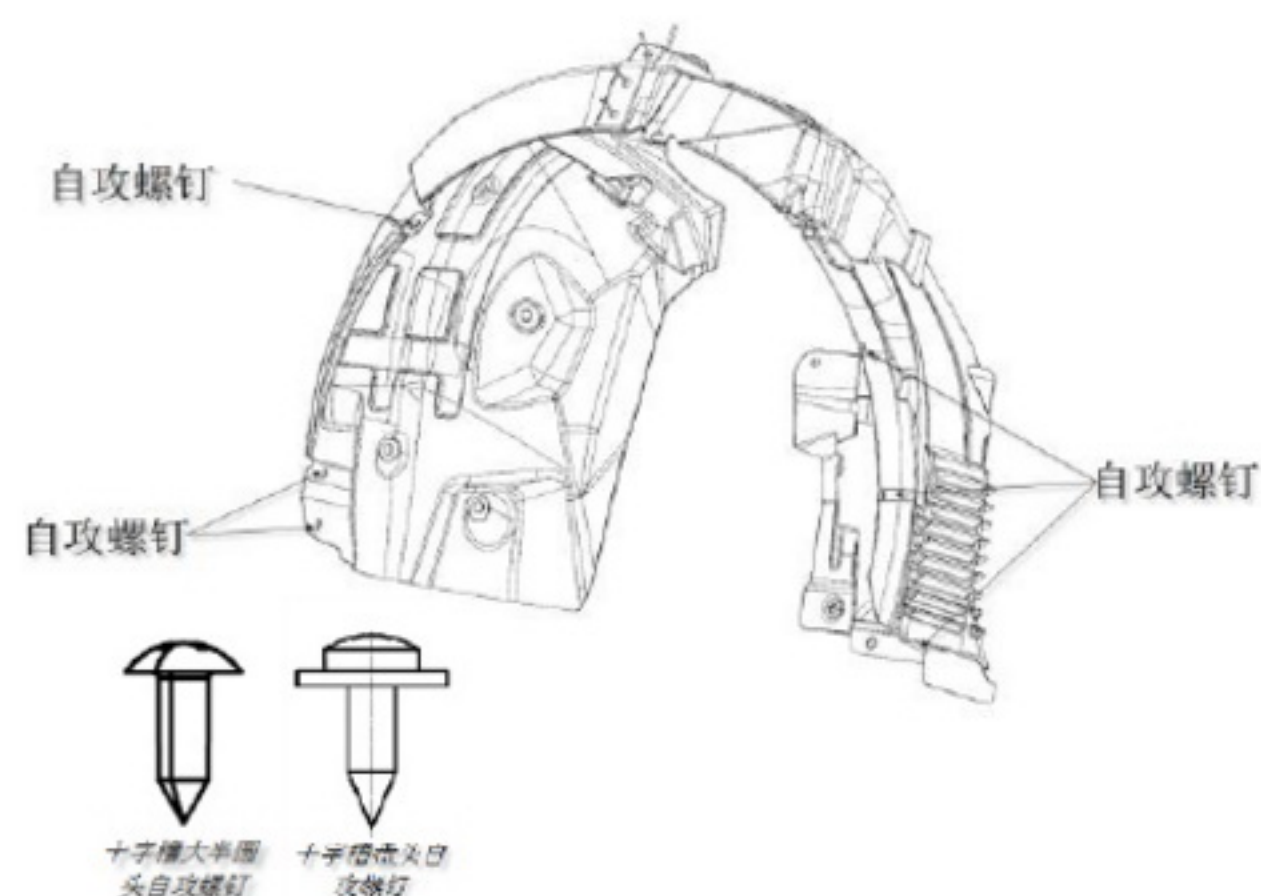

图 2-11
(1) 用十字螺丝刀拆卸与前保险杠连接的 3 个螺钉，拆除与裙板连接的 2 个自攻螺钉，以及与车身连接的 1 个自攻螺钉，如图 2-11 所示：